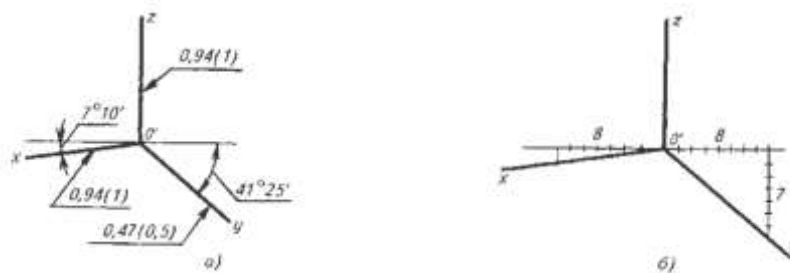

Рис.5
2. В прямоугольной диметрии ось z располагают вертикально, ось x наклонена под углом $7^{\circ}10'$, а ось y – под углом $41^{\circ}25'$ к линии горизонта. Показатели искажения по осям x и z равны $0,94$. А по оси y – $0,47$ (рис.5). В практике применяют увеличенную диметрию с показателями по осям x и z – единицу, а по оси y размеры уменьшают в два раза ($0,5$).